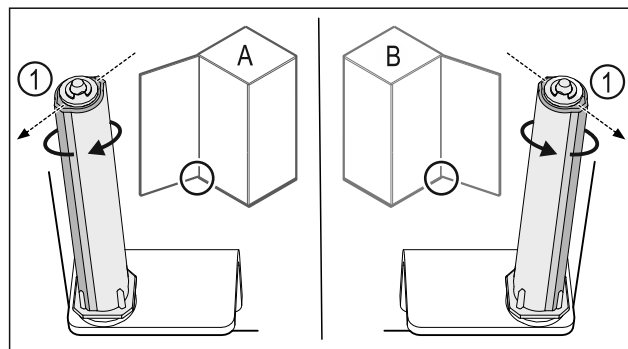

Fig. 45 Vänsteranslag (A) / högeranslag (B)
- Vrid låssystemet mot motståndet tills låssystemets stag Fig. 45 (1) pekar utåt.